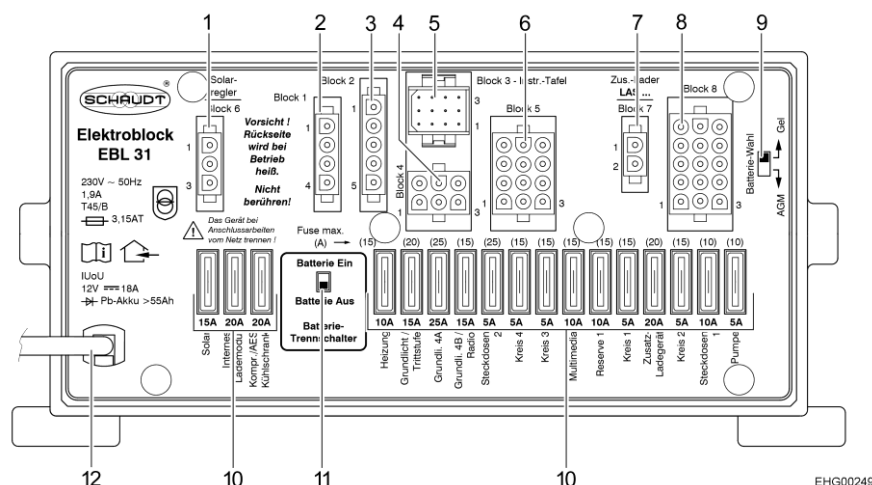

Fig. 114 Centralina elettrica (EBL 31)
- ▷ Per staccare **tutte** le utenze elettriche a 12 V dall'alimentazione di tensione ed evitare che la batteria dell'abitacolo si scarichi, posizionare l'interruttore staccabatteria (Fig. 114,11) sulla centralina elettrica su "Batterie Aus" (batteria Off).
- ▷ Le utenze come la centralina elettrica stessa, il pannello, il riscaldamento, il regolatore di carica del pannello solare (se presente) e altri apparecchi consumano una ridotta corrente in standby, quindi col passare del tempo scaricano la batteria dell'abitacolo. Per questo motivo posizionare l'interruttore staccabatteria (Fig. 114,11) sulla centralina elettrica su "Batterie Aus" (batteria Off) quando il veicolo non viene utilizzato per lungo tempo.
Il regolatore di carica del pannello solare rimane in funzione. Per disattivare il regolatore di carica del pannello solare, è necessario sfilare il rispettivo fusibile (Fig. 114,10 "Solar").